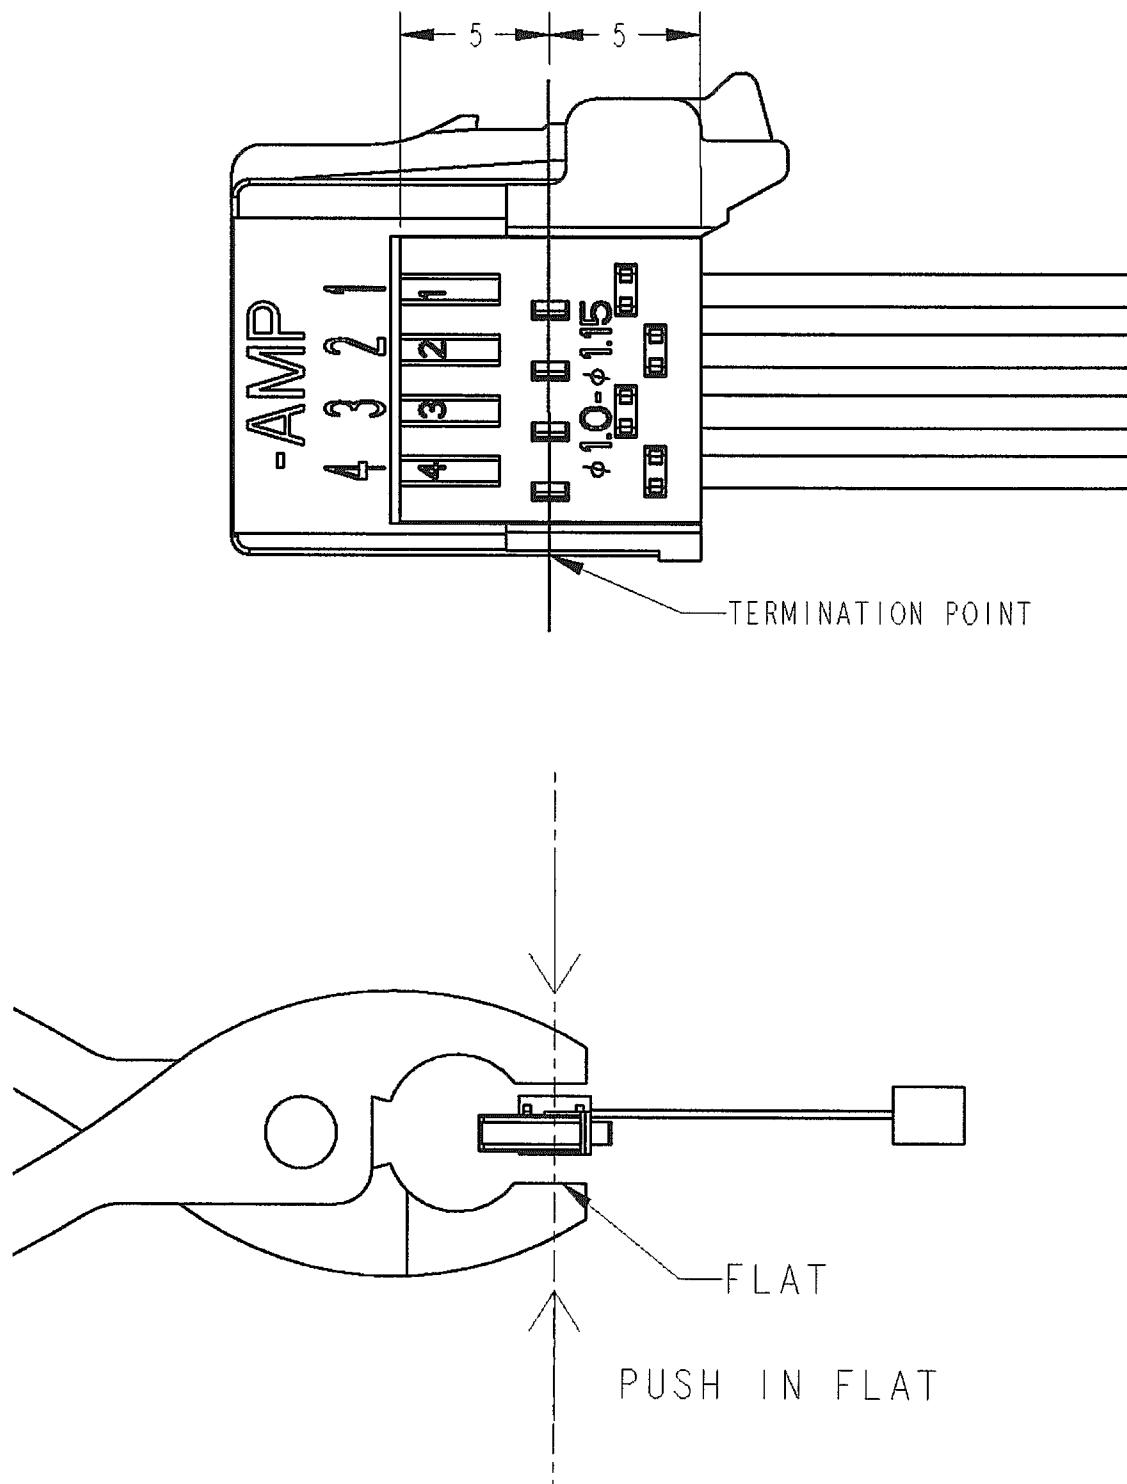

Fig4
- ①下図(Fig4)のようにコネクタを挟んで下さい。
- ②ホールド・ハウジングの中心(中央の角穴)を压接してください。
- ③平行に挿入されることが必要ですので、傾かないよう注意しながら压接して下さい。(傾くとコンタクトが電線に刺さらない場合があります。)
1. Please catch the connector in the below figure.(Fig.4)